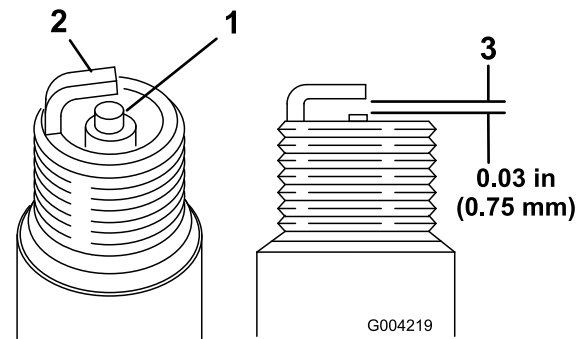

Figure 16
1. Examinez le centre de la bougie (Figure 16). Si le bec isolant est recouvert d'un léger dépôt gris ou brun, le moteur fonctionne correctement. S'il est recouvert d'un dépôt noir, cela signifie généralement que le filtre à air est encrassé.
2. Contrôlez l'écartement entre l'électrode centrale et l'électrode latérale (Figure 16). Courbez l'électrode latérale (Figure 16) si l'écartement est incorrect.